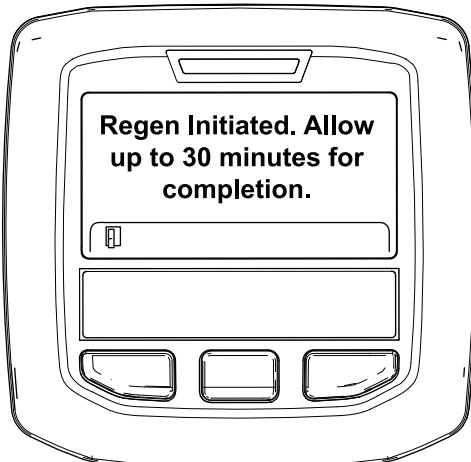

Bild 51
- Wenn die Regenerierung zugelassen wird, wird die Meldung „Regen. Initiated. Allow up to 30 minutes for completion“ im InfoCenter angezeigt. Warten Sie, bis die Maschine die geparkte Regenerierung abgeschlossen hat (Bild 51).